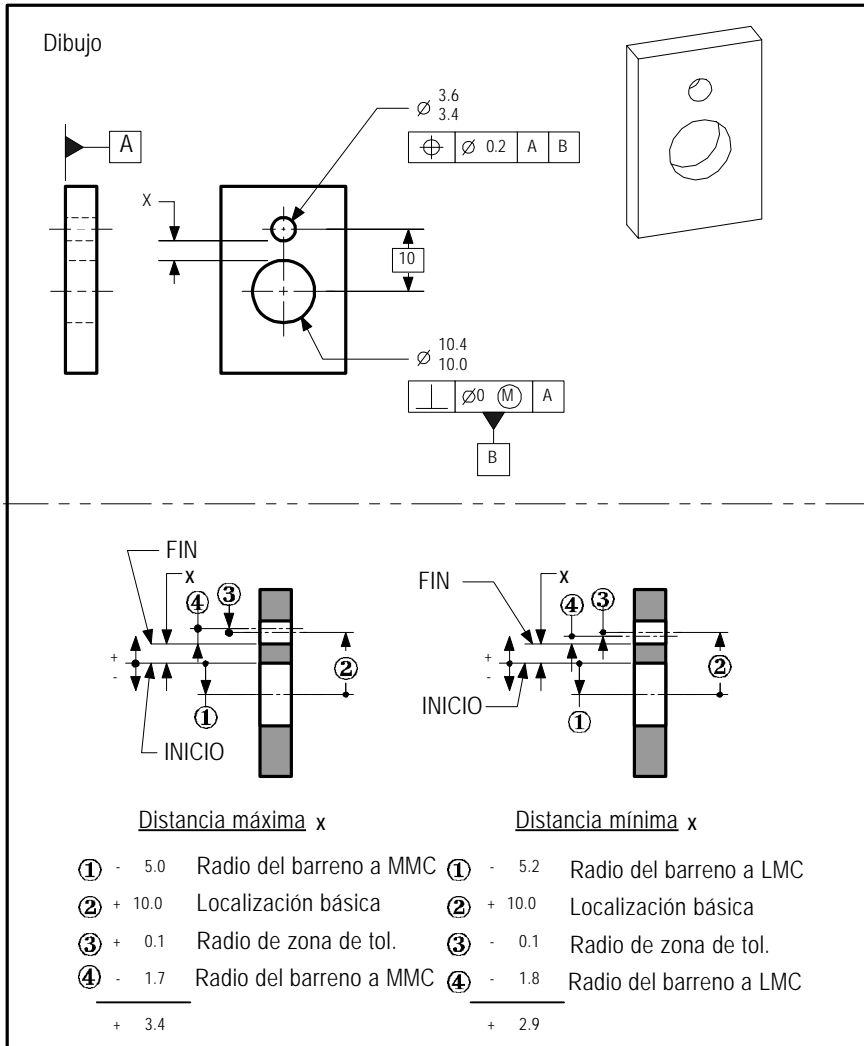

FIGURA 22-1 Acumulaciones de tolerancia que usan una TOP a RFS
La figura 22-1 en la siguiente página muestra un ejemplo de un cálculo de parte para encontrar la distancia máx. y mín. entre dos barrenos de una parte. Cuando lea los pasos, refiérase a la figurar 22-1.
2. Establezca una secuencia de dimensiones de parte o distancias del dispositivo (como en la figura 22-1) desde el punto de inicio al punto final del cálculo.